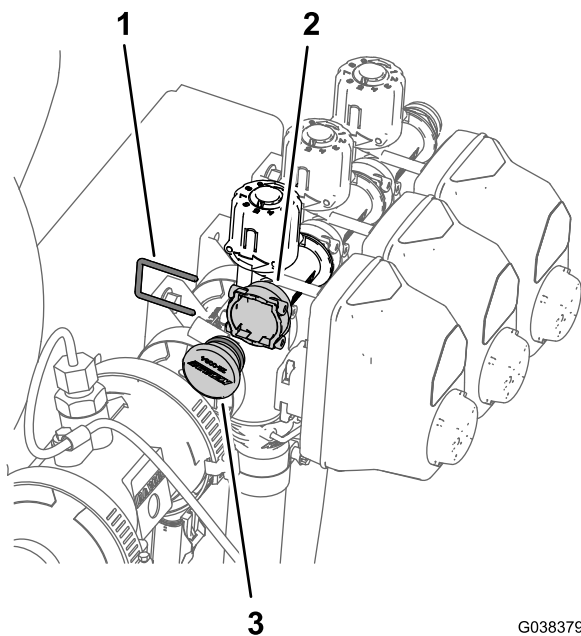

Figura 83
- Retire la horquilla de retención que sujeta el tapón al acoplamiento rápido hembra del distribuidor de desvío (Figura 83).
- 2. Retire el tapón del acoplamiento rápido hembra (Figura 83).